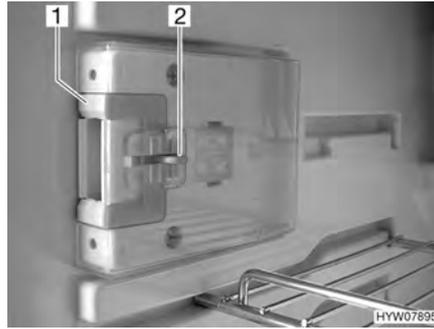
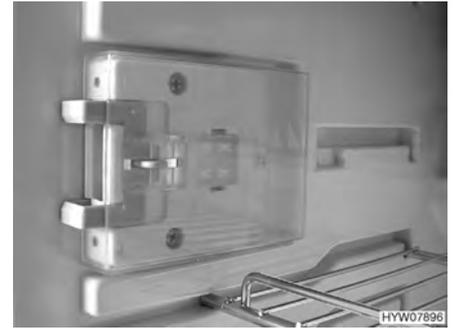

Fig. 150 Dispositif de fermeture en position normale
Fig. 151 Dispositif de fermeture en position de ventilation
- Presser le bouton de déverrouillage (Fig. 150,2).
- Pousser le dispositif de fermeture (Fig. 150,1) vers l'avant (Fig. 151).